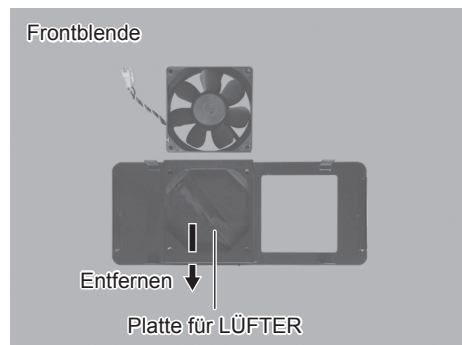

Abb. 42
- (7) Entfernen Sie den LÜFTER vom Gehäuse (Frontblende) des CONTROLLERS (Abb. 42).
- (8) Entfernen Sie die Platte für den LÜFTER vom Gehäuse (Frontblende). Reinigen Sie das Gehäuse (Frontblende) und die Platte mit einem fusselfreien Tuch (Abb. 42).